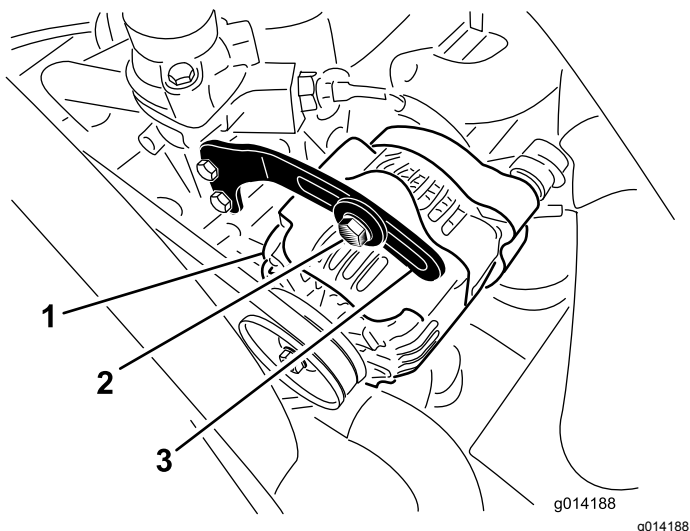

図 45
2. オルタネータ側プーリとクランクシャフト側プーリ間の中央部でオルタネータベルト **図 45** を指で 10kg 程度の力で押してベルトの張りを点検する。
3. ブレースをオルタネータに固定しているボルトと、オルタネータのピボットボルトをゆるめる **図 45**。